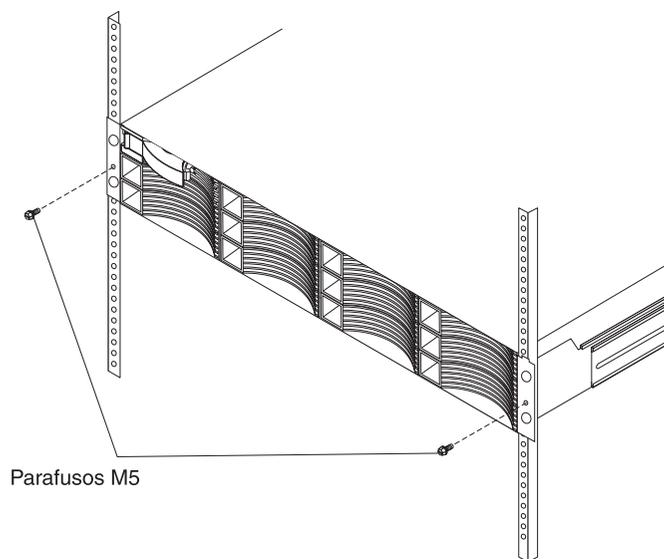
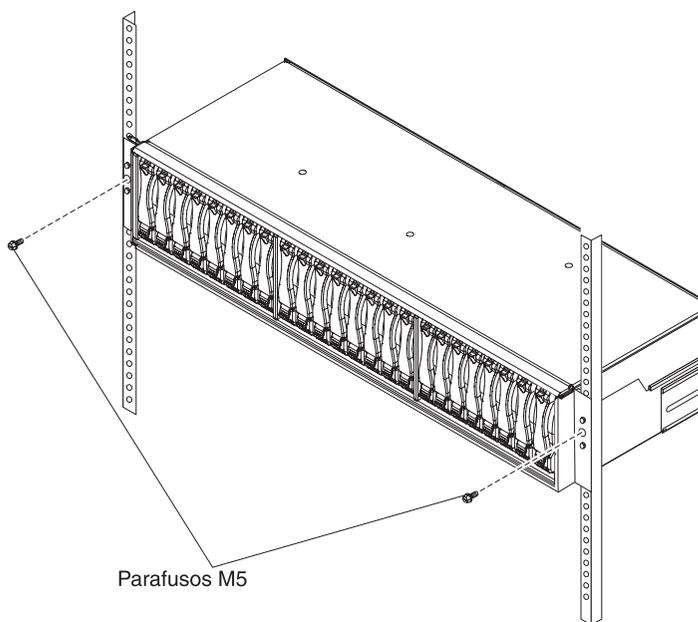

Figura 11. Prendendo um DS3512 ou EXP3512 em um rack
Figura 12. Prendendo um DS3524 ou EXP3524 em um rack
4. Instale e aperte um parafuso M5 no orifício de suporte em cada lado da frente do subsistema de armazenamento ou do gabinete de expansão (não é necessária arruela), como é mostrado para o DS3512 ou EXP3512 em Figura 11 e para o DS3524 ou EXP3524 em Figura 12 na página 12.